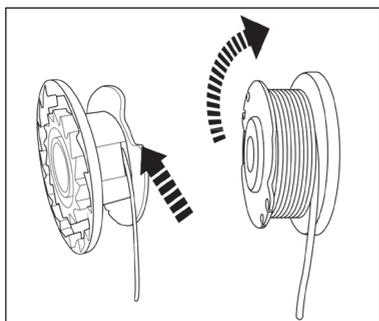

Рис. 3
5. Отрежьте новую леску длиной 4 м и вставьте в катушку (рис. 3).